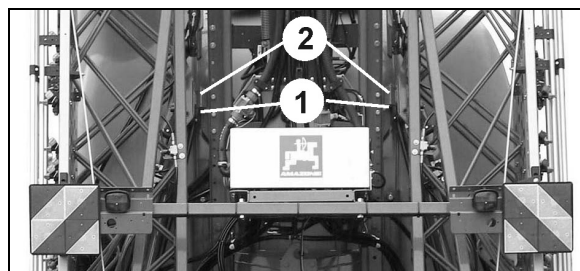

Fig. 51
2. Sprøjtebommene sænkes v.h.a højdeindstillingen indtil fangholderne (Fig. 51 /1) opfanger fanglommerne (Fig. 51 /2).
Fig. 51 viser de sikrede bomme.
Indstil sprøjtebommene v.h.a hældningsindstillingen, hvis fangholderne (Fig. 51 /1) ikke opfanger fanglommerne (Fig. 51 /2).